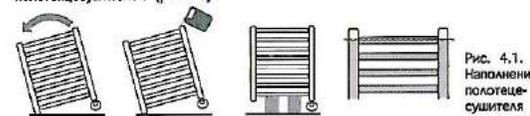

Рис. 4.1. Наполнение полотенцесушителя
4.4. Чрезмерное наполнение полотенцесушителя теплоносителем может привести к повышению давления и стать причиной повреждения полотенцесушителя или электронагревателя. При самостоятельном наполнении радиатора жидкостью следует строго соблюдать требования по заправке полотенцесушителей (рис.4.1).